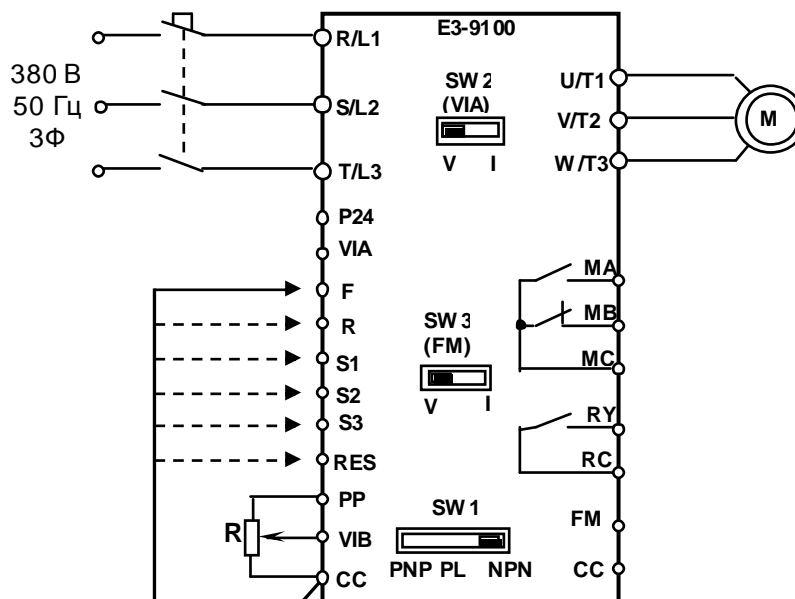

Рис.4.22
4.18.3. Отключить питание ПЧ, дождаться, когда погаснет индикация. Установить переключатель **SW1** в положение «NPN», переключатель **SW2** в положение «V». Подключить потенциометр **R** к входным клеммам управления (рис. 4.22). Подключить один из концов проволочной перемычки к клемме **CC**.